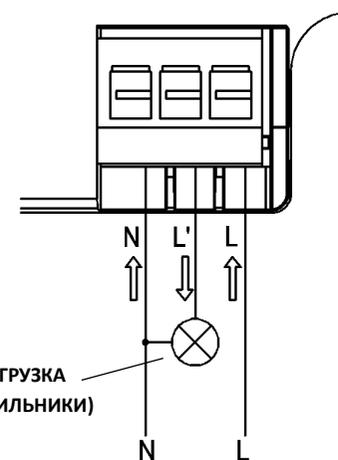

Рис.3
- Несоответствие параметрам питающей сети, а также типу, мощности и схеме подключаемой нагрузки (см. таблицу «Технические характеристики» и электрическую схему подключения рис. 3), может привести к выходу датчика из строя и лишению гарантии.
- Подключите нагрузку (светильники) к датчику согласно электрической схеме рис.3